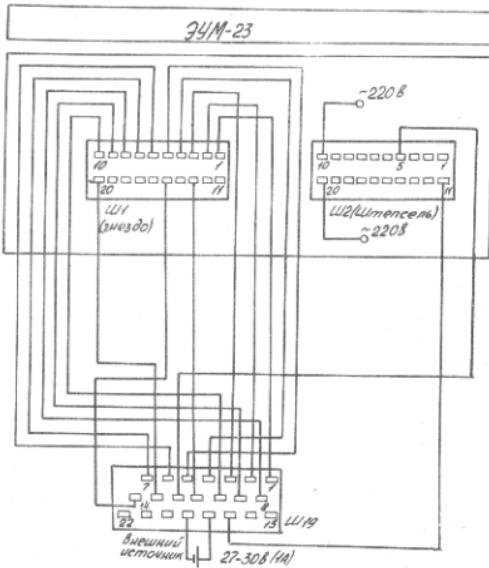

Рис. 2 .
8.2.1. Цифровчатакую машинку и внешний источник питания (28-30 В, 1 А) подключите к симметру через разъем "Ш19", расположенный на задней панели симметра, в соответствии со схемой рис. 2.